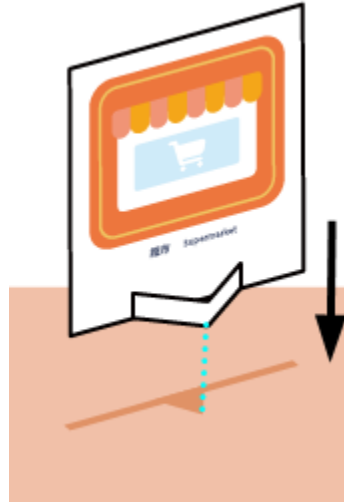

图 5.2 指示牌的放置方式
- 指示牌的放置方向必须与标记  的尖角方向一致，如图 5.2所示。